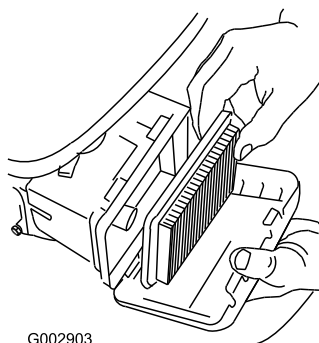

**Figura 42**
1. Presione hacia abajo los cierres de la parte superior de la tapa del limpiador de aire (Figura 42).